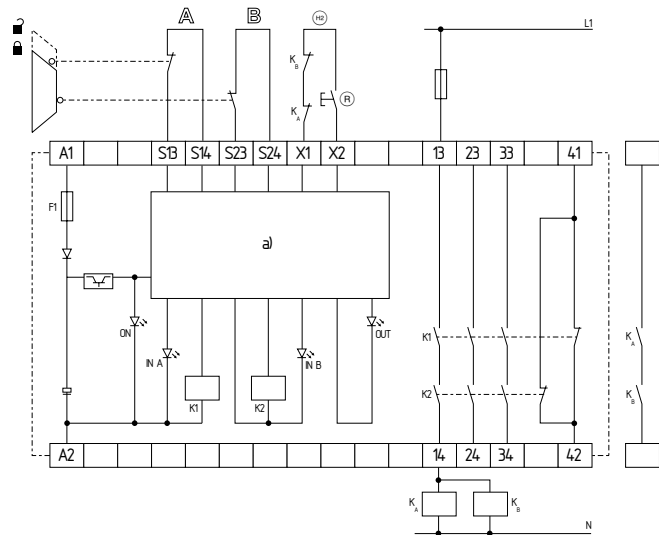

Abb. 2
Zweikanalige Ansteuerung, dargestellt am Beispiel einer Schutztürüberwachung mit zwei Kontakten A und B, davon mindestens ein Kontakt zwangsöffnend; mit externem Reset-Taster (R) (siehe Abb. 2)